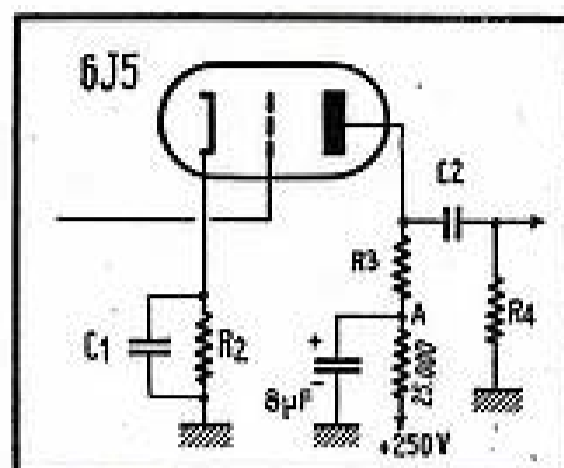

Fig. 2 (ci-dessus). — Montage d'une 6J5. Fig. 3 (ci-contre). — Courbe de réponse aux fréquences basses.
2. — Soit à déterminer les caractéristiques d'un étage équipé d'une 6J5 utilisée dans un amplificateur dont la haute tension est de 250 volts, et dont le circuit comporte une cellule de découplage (fig. 2). Donc, la haute tension, c'est-à-dire celle au point A, sera dans notre cas sensiblement de 180 volts. D'autre part, les caractéristiques de la lampe suivante admettent  $R_1 = 0,5$  M $\Omega$ . Enfin, nous voulons favoriser au maximum la transmission des fréquences basses et obtenir une courbe semblable à celle en pointillé de la figure 3, c'est-à-dire le rapport  $A_p/A_m = 0,8$  pour 25 périodes.
Deuxième essai. — Je fais un filtre dans l'anode de la préamplificatrice B.F., conforme à la figure 2. D'ordinaire, j'obtiens de bons résultats. Mais ici, rien encore, aucune amélioration, même si j'augmente la capacité de découplage.